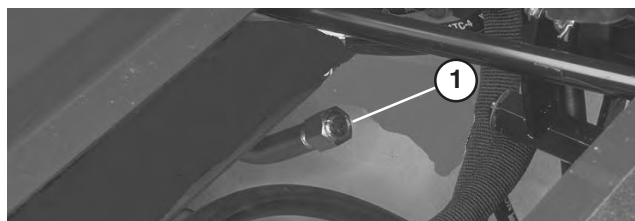

Figure 17
1. Vissez le bouchon de remplissage/jauge à la main dans le goulot de remplissage (Fig. 17). Il est inutile de serrer le bouchon avec une clé.